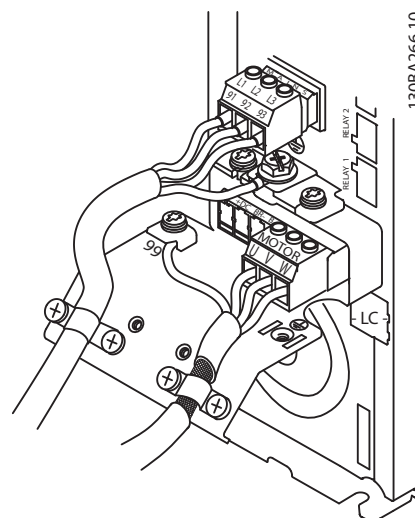

Рисунок 4.15 Заземление с помощью экранированного кабеля
Для кабеля двигателя предлагаются зажимы заземления (см. Рисунок 4.15).
- Подключите 3 фазы входного питания переменного тока к клеммам L1, L2 и L3 (см. Рисунок 4.15).